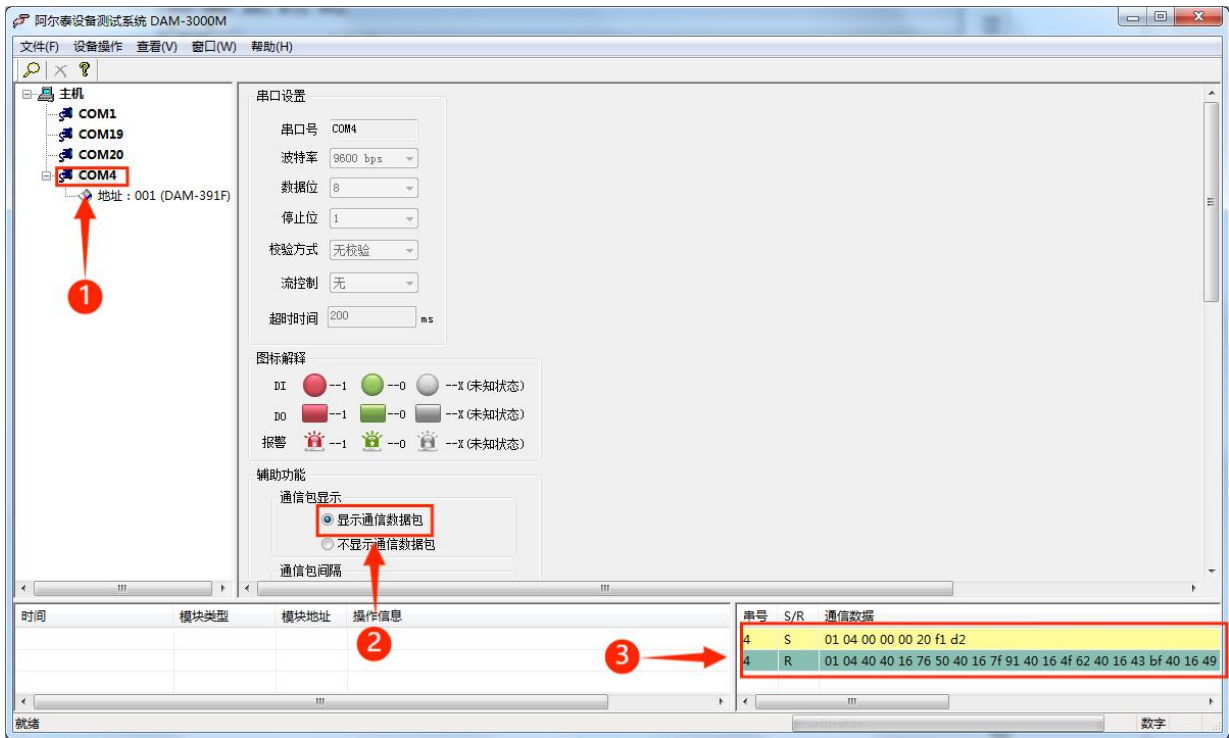

图 19
2) 查看通讯包设置：点击图 19-①进入参数界面，点击图 19-②，后可对进入主界面可对通讯包进行查看，效果如图 19-③。